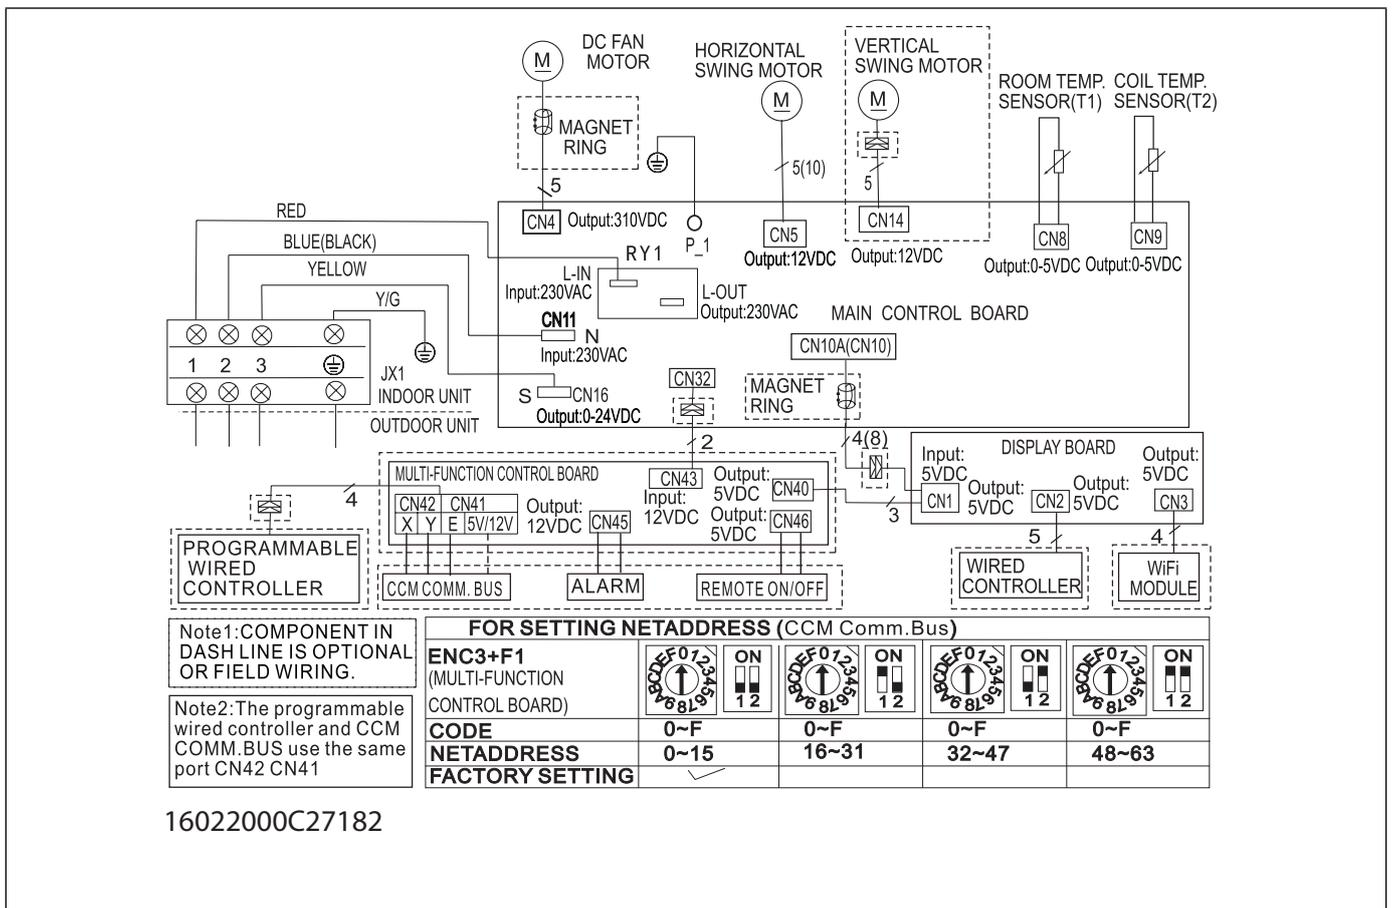

**Figure 29. Bouton de contrôle manuel**
2. Le bouton MANUAL CONTROL (contrôle manuel) se trouve du côté droit de l'unité. Appuyer deux fois sur ce bouton pour sélectionner la fonction CLIMATISATION. Voir la « Figure 29. Bouton de contrôle manuel ».